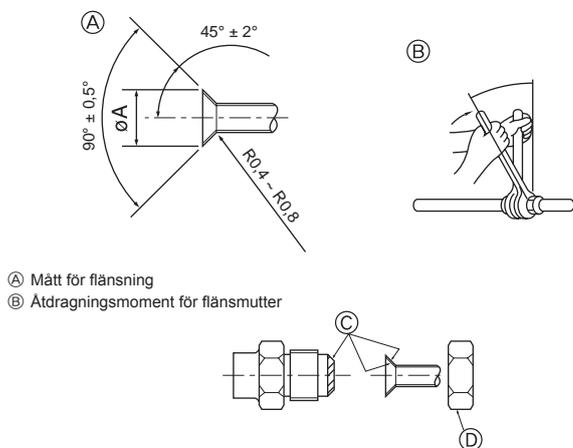

Fig. 4-1
- Stryk på ett tunt lager av frysmaskinolja på röret och fogens tätningssyta innan den flänsade muttern dras åt. (A) (Fig. 4-1)
- Använd två skruvnycklar för att dra åt röranslutningarna. (B) (Fig. 4-1)
- Sätt på köldmedelolja på flänsens hela yta. (C) (Fig. 4-1)
- Använd flänsmuttrar för följande rörstorlek. (D) (Fig. 4-1)
(A) (Fig. 4-1)
(B) (Fig. 4-1)